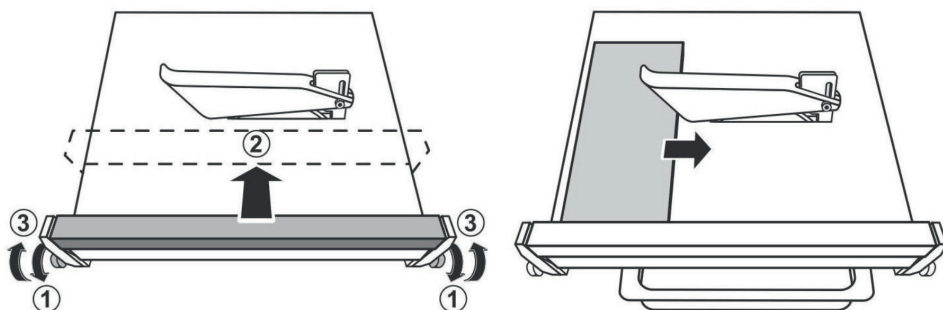

Рис. 4
1. Освободите фиксаторы параллельного упора с обеих сторон рабочего стола, как показано на Рис.4, этап 1.
2. Переместите параллельный упор до требуемого расстояния от алмазного диска, как показано на Рис.4, этап 2. Установите упор параллельно плоскости диска.
3. Надёжно зафиксируйте параллельный упор с обеих сторон рабочего стола, как показано на Рис. 4, этап 3. Убедитесь, что упор не смещается при приложении усилия.
6. Плавно и равномерно подавайте заготовку к диску в направлении стрелки (Рис.4). Не допускайте отрыва заготовки от упора, её перекоса и чрезмерного усилия подачи.